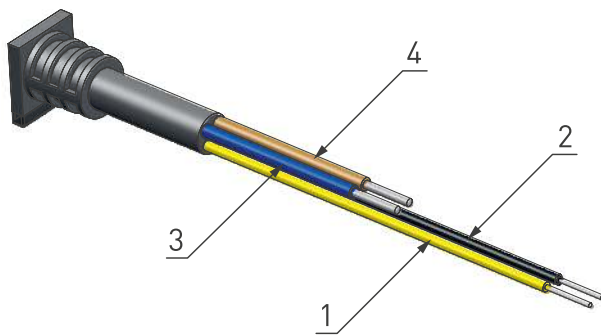

Рис. 2.
- 3.4. Подключите провода от шины DALI к выводам 1 — желтый и 2 — черный, рис. 2. Если управление DALI не предусматривается, оставьте неиспользуемыми провода, надежно заизолировав выводы.
- 3.5. Подключите обесточенные провода электросети к входным проводам [3 и 4] с цветами «синий» — ноль и «коричневый» — фаза (см. рис. 2).